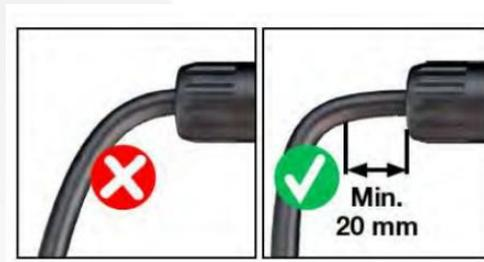

图 5-8 电缆布线图
11) 保证从电缆密封处引出的 20 毫米电缆不弯曲或受压，电缆布线须参阅电缆生产商的最小弯曲半径说明。不规范布线，会导致应力存在，长时间如此，会引起连接器密封失效。如图 5-8 所示。